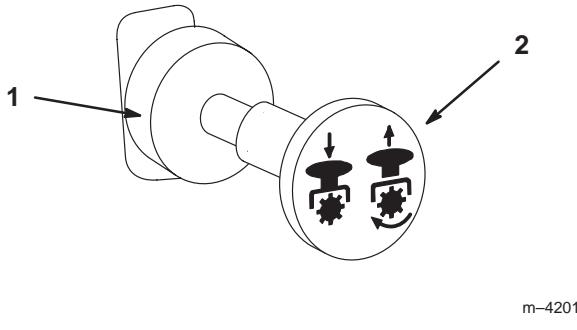

Figure 17
3. Tirez sur la commande de prise de force (PdF) pour l'embrayer (Fig. 17).
Repoussez la commande de PdF pour la débrayer (Fig. 17).